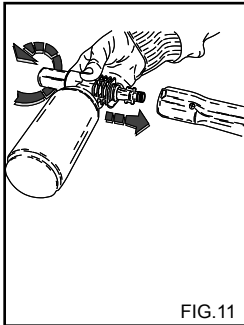

FIG.11
2) Снимите насадку с пистолета и присоедините насадку для распыления моющего средства (рис. 11), включите аппарат и распылите раствор на загрязненную поверхность снизу вверх. Для моделей с функцией всасывания